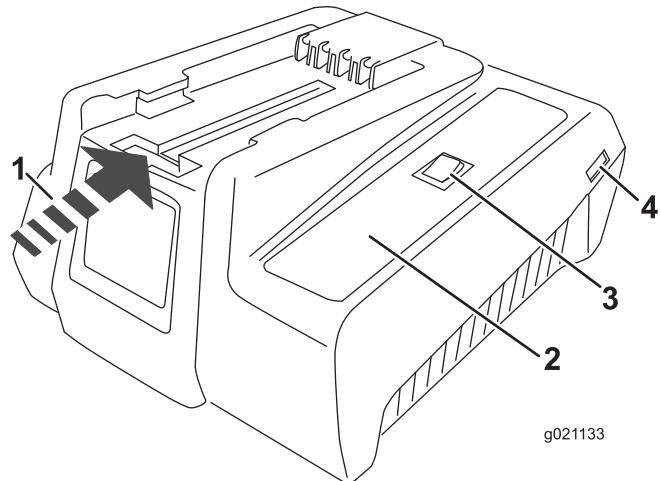
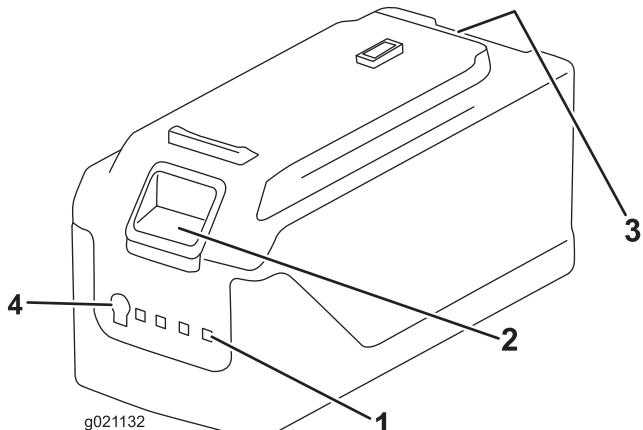

Figure 5
Figure 6
1. Si ce n'est déjà fait, branchez le cordon d'alimentation au chargeur (Figure 5), puis à la prise électrique.
2. Retournez la batterie et placez la borne en face de la fente du chargeur (Figure 5 et Figure 6).